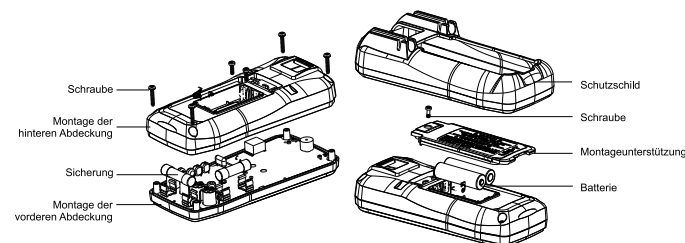

Figura 10
2. Sostituzione della batteria o del fusibile (Figura 10)